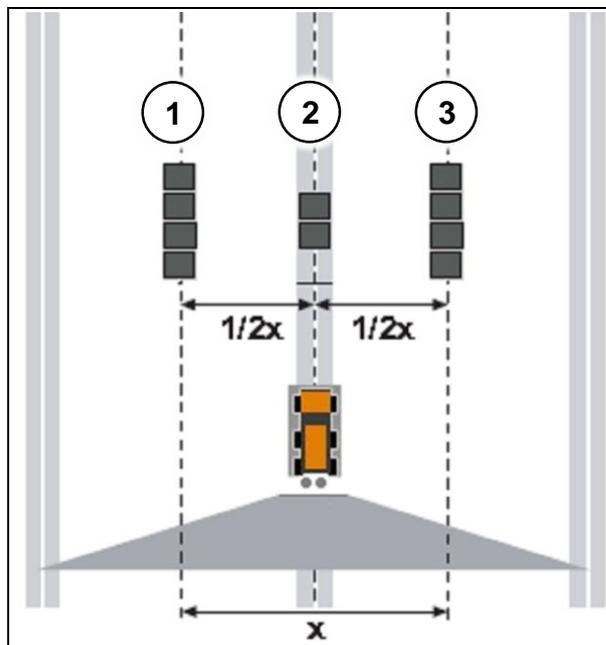

Рис. 163
- 2 Расставьте лотки для сбора материала, как показано на рисунке (Рис. 163), при этом X – ширина внесения из таблицы. Центральный ряд лотков (Рис. 163/2) стоит посередине колеи машины, Ряды лотков (Рис. 163/1,3) стоят от центра на половину ширины внесения.